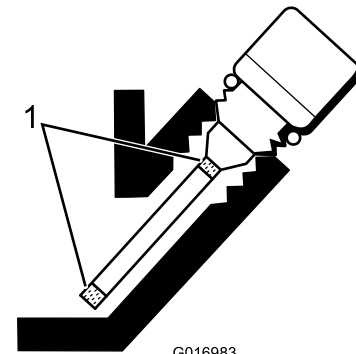

Figura 27
5. Si el nivel es bajo, añada solamente aceite suficiente para que llegue entre las marcas del indicador (Figura 27). **No llene demasiado.**